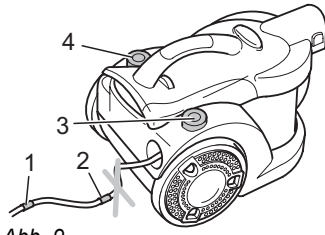

Abb. 9
2. Ziehen Sie das Stromkabel am Stecker bis zur gelben Markierung (Abb. 9/1) heraus.
Gefahr eines elektrischen Schlags! Falls die rote Markierung (Abb. 9/2) sichtbar ist, ziehen Sie das Stromkabel mithilfe der Kabelaufrolltaste (Abb. 9/3) wieder bis zur gelben Markierung ein. Anderenfalls kann das Stromkabel abreißen.
4. Schaffen Sie den Bodenstaubsauger am Ein-/Aus-Schalter (Abb. 9/4) ein.